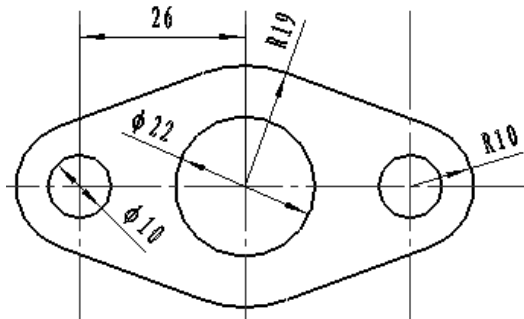

图 2-105 压盖
- (1) 新建文件。在新建文件对话框中选择零件图标；
- (2) 选择前视基准面，单击进入草图绘制模式；
- (3) 绘制中心轴。在草图绘制工具栏中，单击按钮，过原点绘制中心轴；
- (4) 绘制中心对称轴左半边图形，在草图绘制工具栏中，单击分别绘制如图三段圆弧 R10、R19 和 R10。单击按钮，绘制直线连接圆弧 R10 和 R19。单击，绘制 $\phi 10$ 的圆；
- (5) 添加几何关系。在草图绘制工具栏中，单击按钮，选择图示圆弧、直线，保证其同心、相切的关系；
- (6) 镜像。选择绘制完成的图形，以中心线为对称轴进行镜像，得到如图2-105所示压盖；
- (7) 尺寸标注。在草图绘制工具栏中，单击按钮，标注尺寸如图2-105所示。